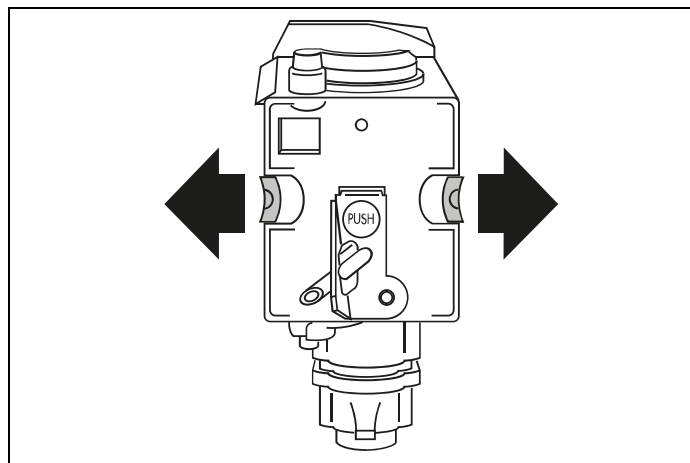

Fig. 51
- 1) Efter införing, kontrollera att de två färgade frigöringsknapparna har snäppt ut (Fig. 51 ).